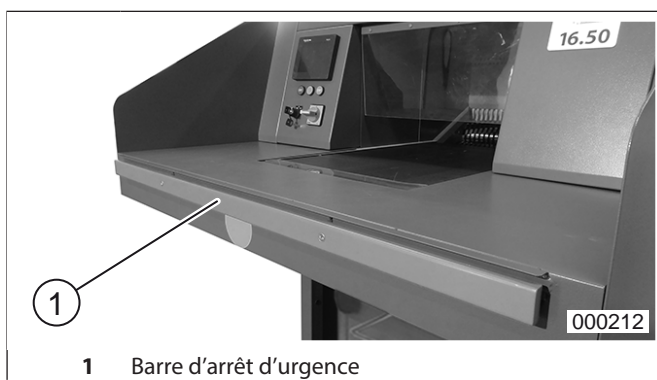

fig.3 Barre d'arrêt d'urgence
1. Débloquer la barre d'arrêt d'urgence (fig.3) de la table du destructeur (tirer la barre) et enclencher l'interrupteur principal (fig.4/2) (position „1“).